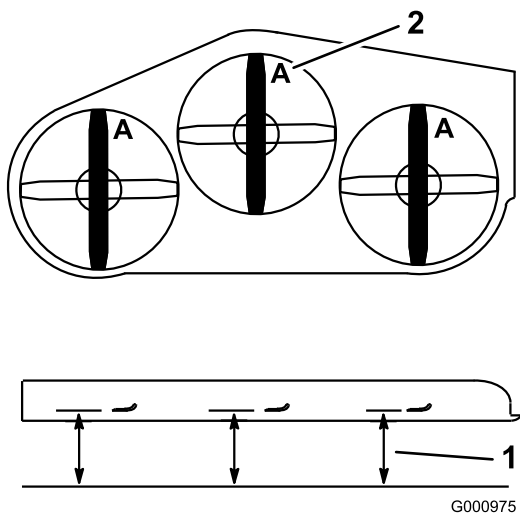

Figura 75
4. Mida desde una superficie nivelada hasta el filo de corte, posición **A**, de las cuchillas (Figura 75).